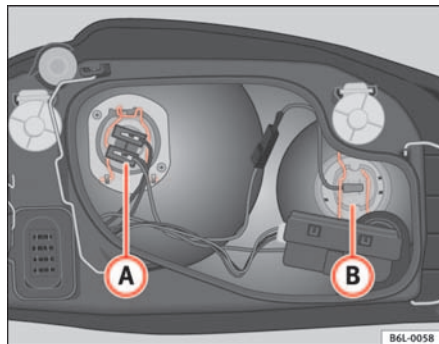

Fig. 145 Lámpara luz de carretera
- Extraiga el conector del cable de la lámpara (B) ⇒ fig. 145